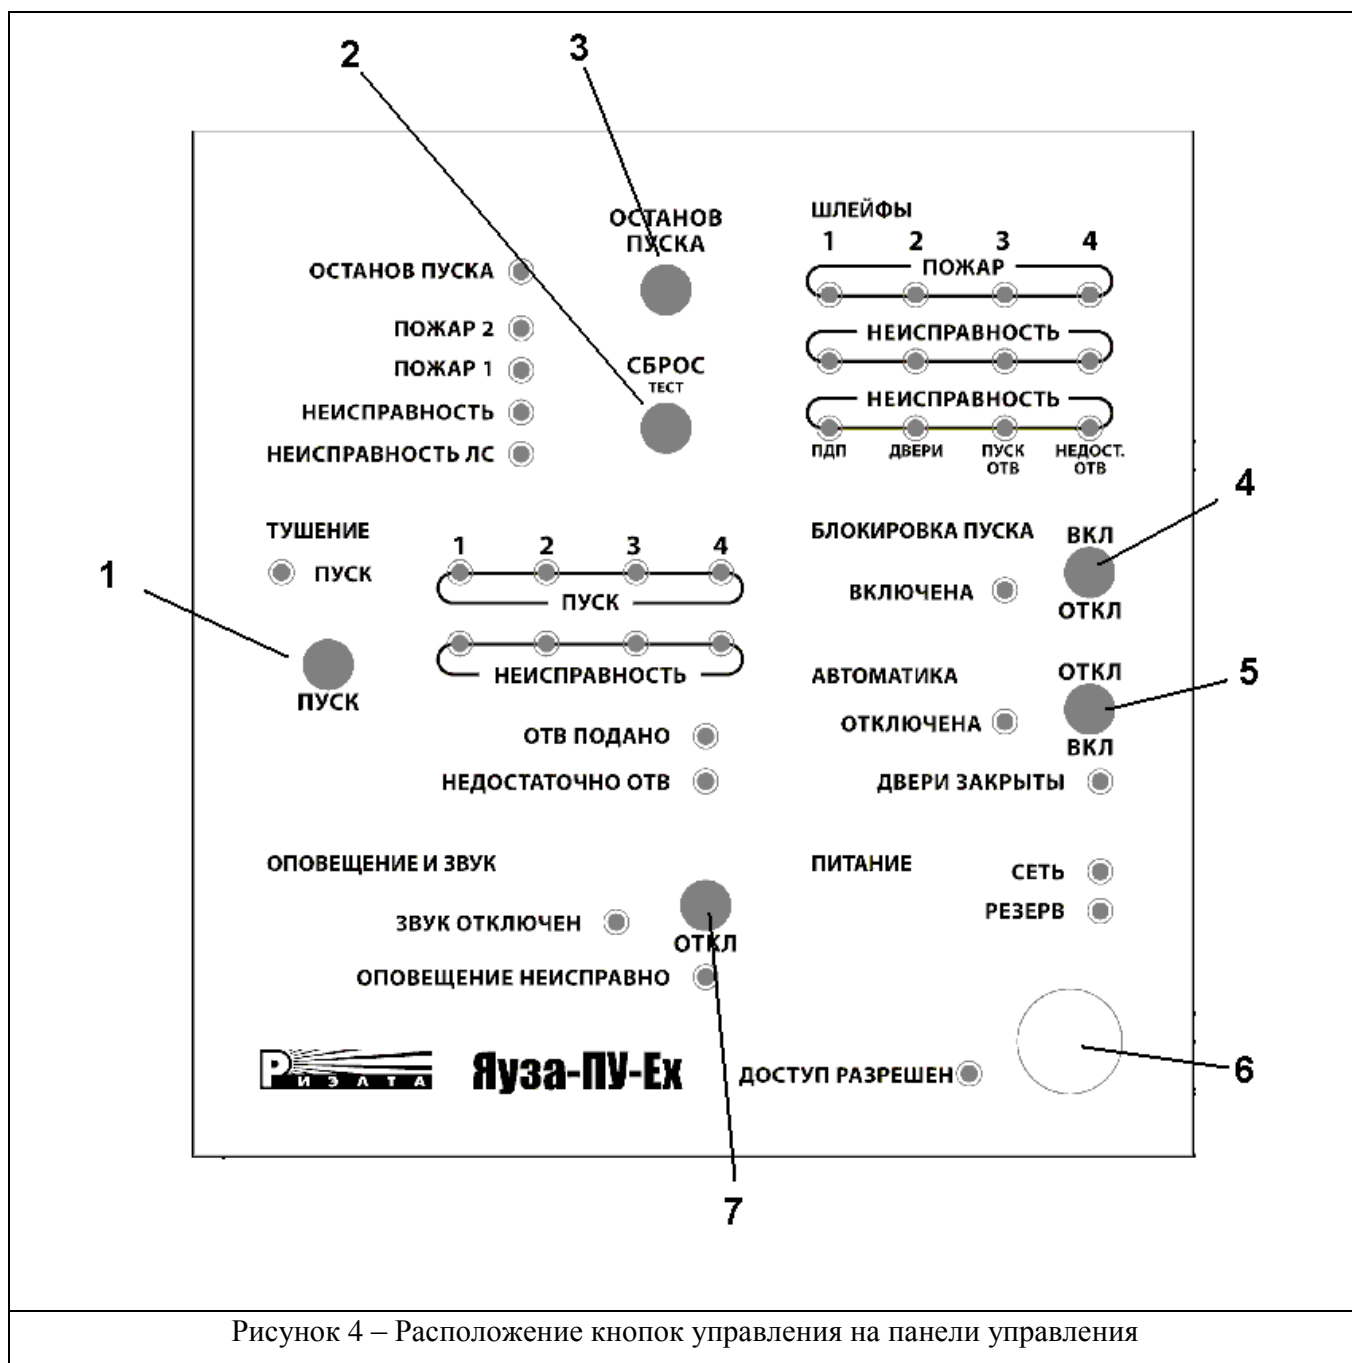

Рисунок 4 – Расположение кнопок управления на панели управления
9.4.11 Четыре индикатора НЕИСПРАВНОСТЬ ШС (рис. 4) отображают обнаружение неисправности в шлейфах ШПС1 – ШПС4. Событие регистрируется в журнале событий.